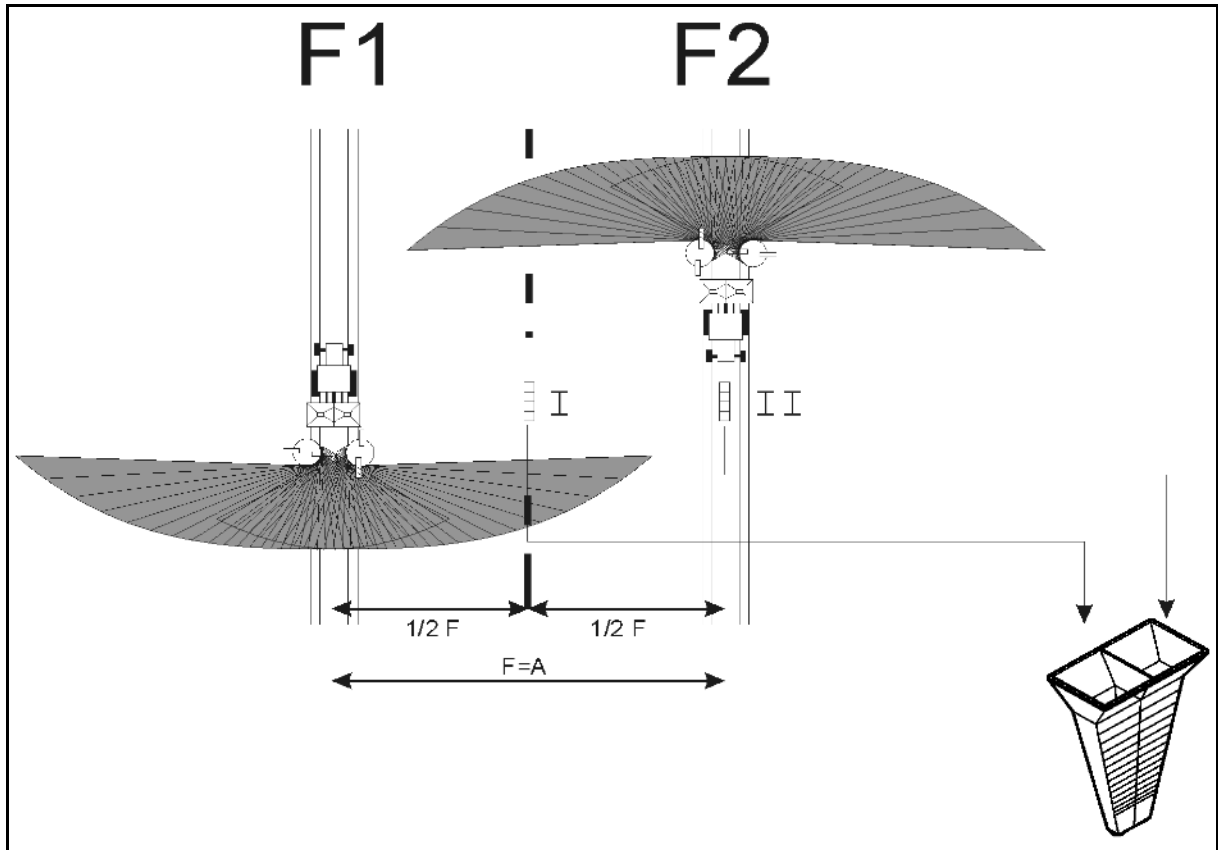
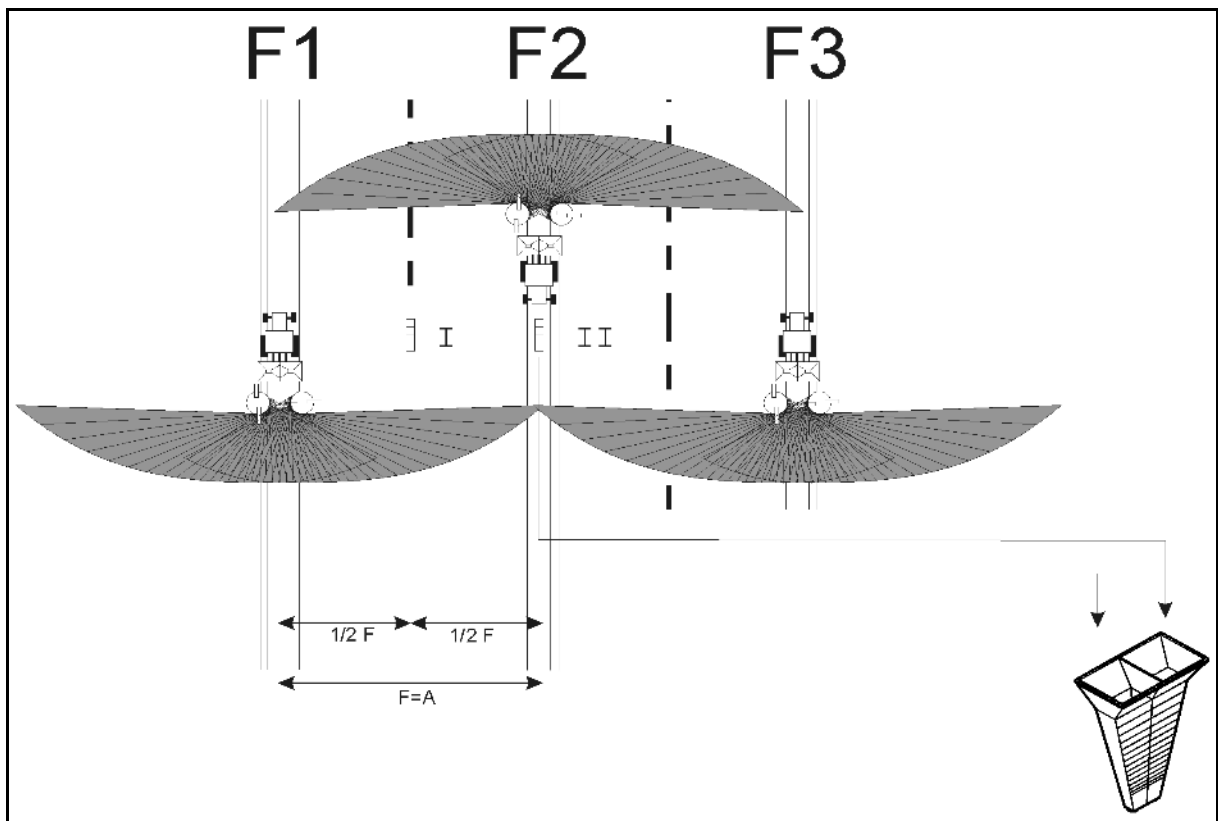

Fig. 1
Fig. 2
Door de opstelling van telkens 4 opvangschalen achter elkaar en evenwijdig in 4 rijen naast elkaar, wordt een zeer goed inzicht in de dwarsverdeling gegeven (Fig. 1). Door het samenvoegen van de per 4 rijen opgevangen hoeveelheid verkrijgt men een vrij nauwkeurige gemiddelde waarde (Fig. 2).
Opvangschalen als volgt op een vlakke ondergrond zetten (Fig. 1):
- 3.1 indien niet, alleen nog rijspoor **F2** afrijden (Fig. 1).
- 3.2 indien wel, rijsporen **F2** en **F3** afrijden (Fig. 2).